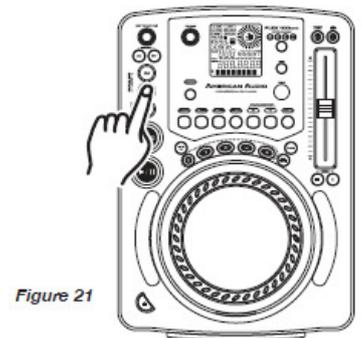

Figure 21
2) Appuyez sur le bouton *OUT* (23) à nouveau une fois le nouveau point de fin atteint (Figure 21).
- **POUR UNE BOUCLE PLUS COURTE :** Appuyez sur le bouton *OUT*(23) plus tôt dans la lecture de la piste (Figure 21).
- **POUR UNE BOUCLE PLUS LONGUE :** Appuyez sur le bouton *OUT*(23) plus tard dans la lecture de la piste (Figure 21).